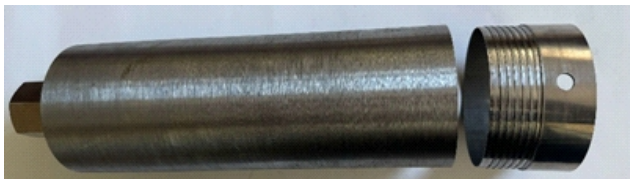

рис. 26
6.3. Алмазные резьбовые коронки DH Double (корпус+сменный модуль) с резьбой 1 1/4", рабочую длину – 300 мм и диаметры 32, 42, 52, 62, 72 мм (рис. 26). Сменные модули имеют три серии, аналогичные коронкам 1 1/4".